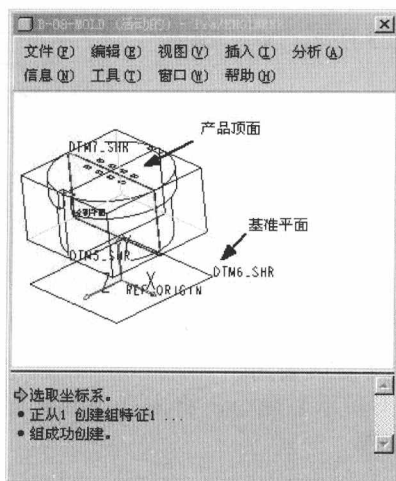

图 1.20
- ⑤ 单击“参照模型起点与定向”选项组中的箭头。现在激活了【菜单管理器】，如图 1.19 所示。【活动窗口】如图 1.20 所示。
再选择“产品顶面”，如图 1.20 所示。接着选择“基准平面”，如图 1.20 所示。